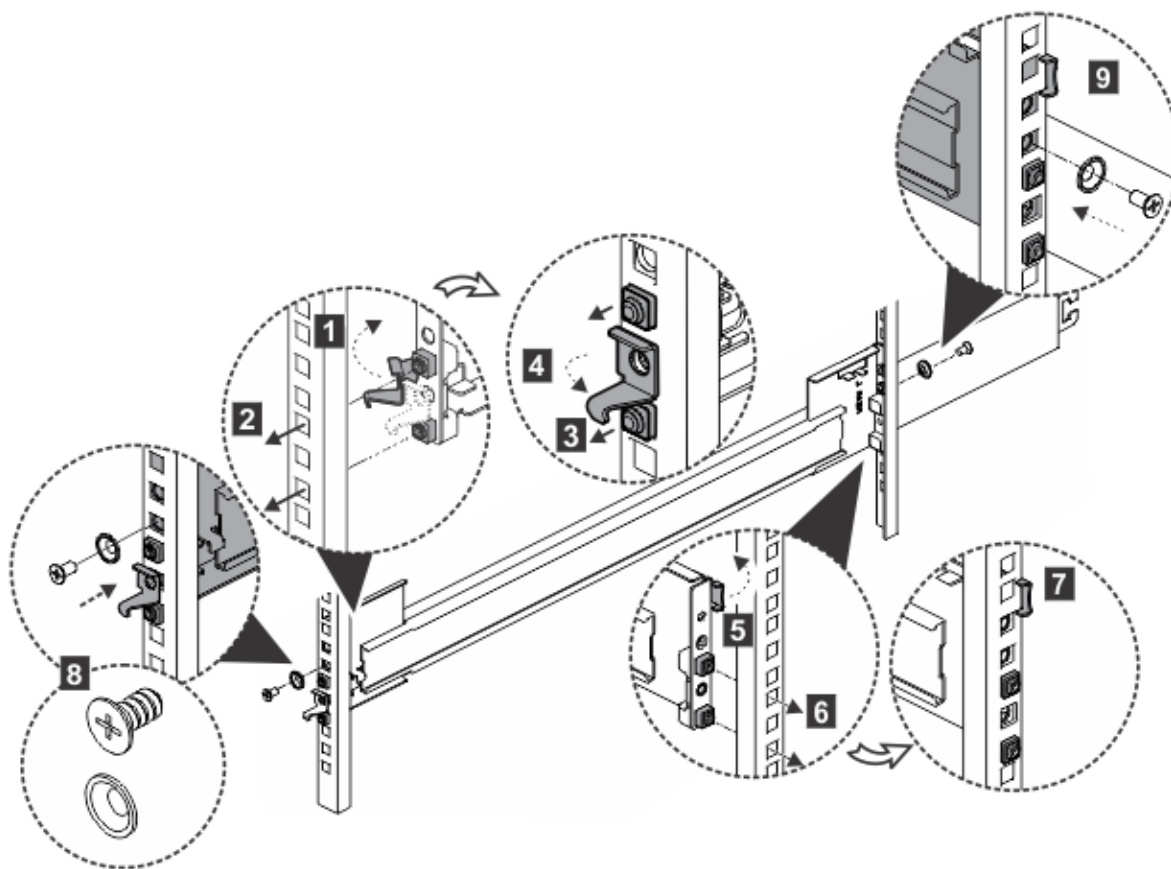

Figure 24. Installation du support dans le châssis
- a) Ouvrez le crochet de verrouillage avant (1).
- b) Fixez la broche de montage de glissière sans outil au montant avant de l'armoire (2).
- c) Encliquez la broche de montage de glissière pour qu'elle soit en place (3).
- d) Fermez le crochet de verrouillage avant (4).
7. Installez l'élément externe de la glissière sur le châssis arrière, comme indiqué sur la Figure 24, à la page 22.
- a) Ouvrez le point d'ancrage de verrouillage arrière (5).
- b) Mettez en place le support arrière sur le châssis arrière (6).
- c) Fermez le crochet de verrouillage arrière (7).
8. En utilisant une vis M5 x 10 mm et une rondelle M5, fixez le support avant au châssis avant (8).
9. A l'aide d'un boulon M5 de 10 mm et d'une rondelle M5, fixez le support arrière au châssis arrière (9).